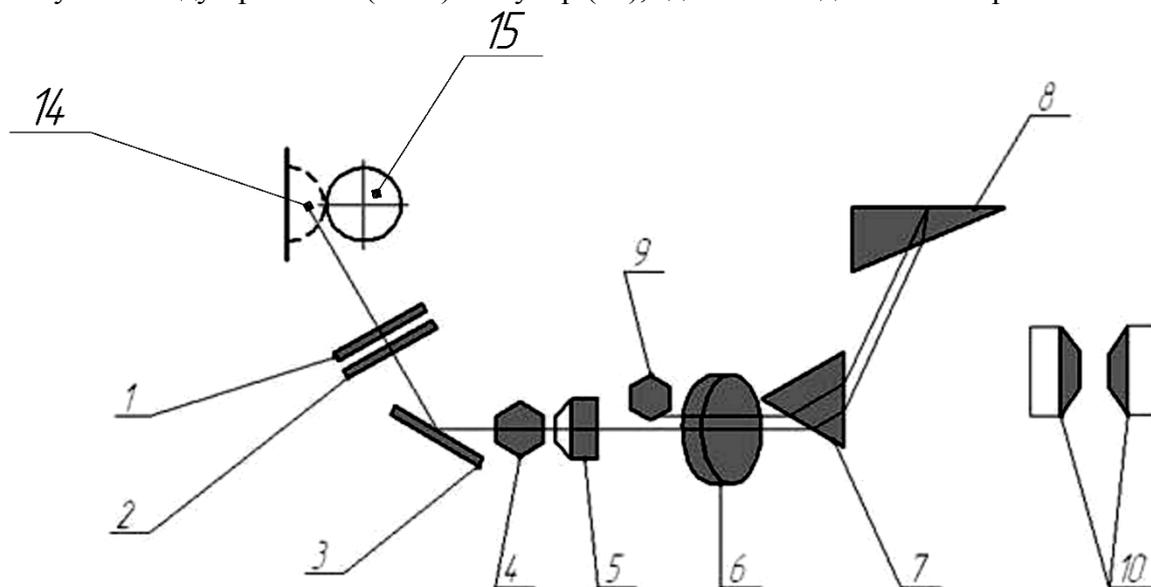

Рис. 1. Оптическая схема стилоскопа СЛП-4у
Оптическая схема прибора изображена на рис. 1. Как видно из рисунка, спектральный аппарат представляет собой автоколлимационный спектроскоп. Лучи света от дуги (14) и электрода (15), пройдя через защитные стекла (1 и 2), направляются двумя зеркалами (3) на конденсор (4), который концентрирует их на щель (5) спектроскопа. Прошедший через щель пучок лучей объективом (6) из расходящегося превращается в параллельный и диспергирующими призмами (7 и 8) разлагается в спектр.
Стилоскоп (рис. 1, 3) состоит из головки с осветительной системой и собственно спектрального аппарата.